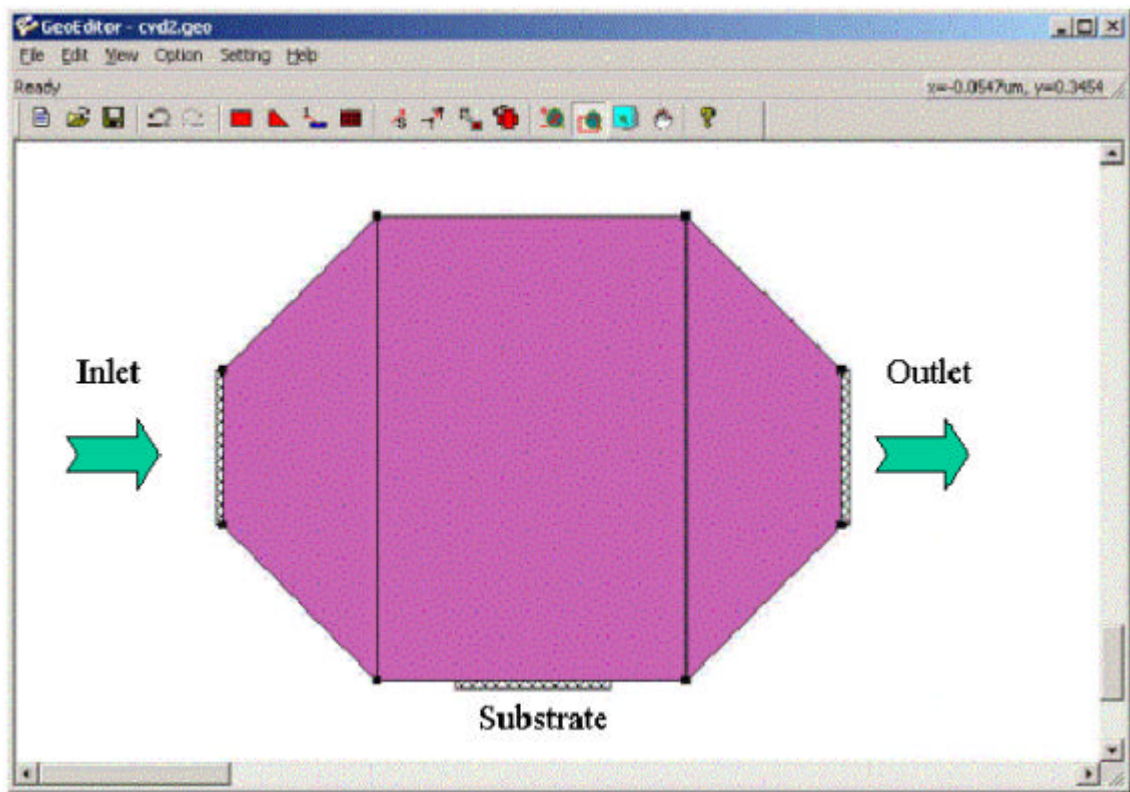

図 1: テストケースとして簡単なモデルのMOCVDリアクターを設定したGeoEditorの画面表示
- (1) 図1はGeoEditorを使用して、テストケースとしてMOCVDリアクターの形状を定義している様子を表しています。ガスの注入・排出口と基板は解析領域の境界として取り扱われています。